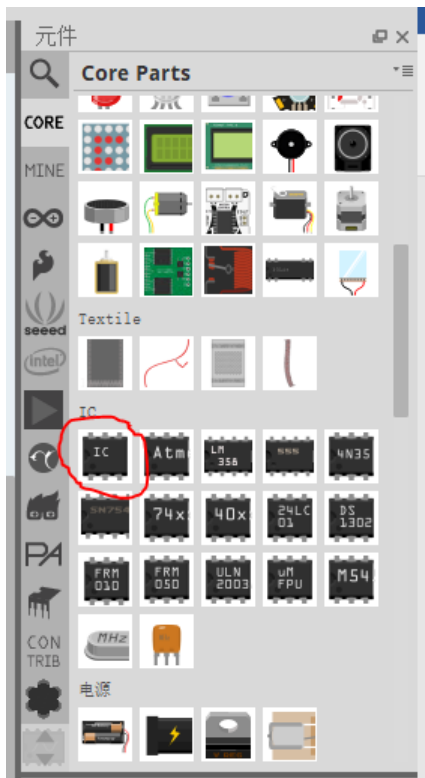
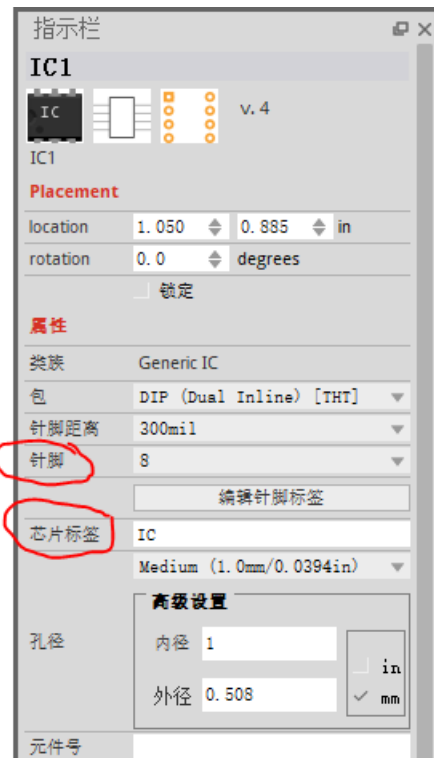

图 3 IC 器件
图 4 指示栏
- 1、在右侧“元件”栏中，选中“CORE”部件列表，下拉，找到“IC”器件。如图 3 所示，拖动“IC”器件到面包，并放在合适的位置，如图 4 所示。